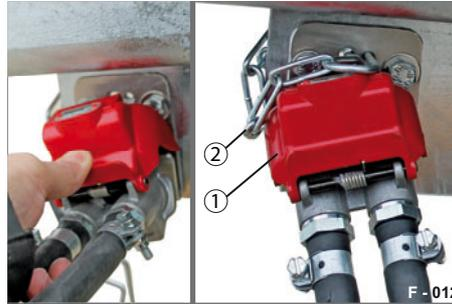

Abb. 20 Duo-Matic, geparkt
- ▶ Stecken Sie den Federstecker (Abb. 20/2) in die Bohrungen hinein. Die Duo-Matic Kupplung ist gegen Herunterfallen gesichert.